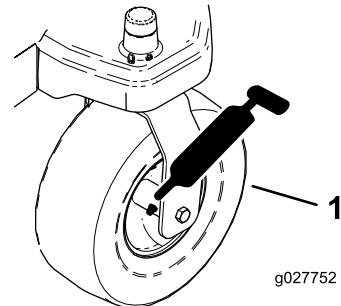
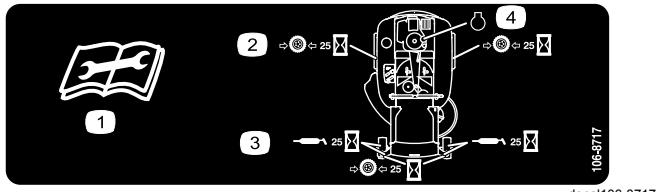

Figura 37
Figura 38
3. Pulite i raccordi d'ingrassaggio (Figura 37 e Figura 38) con un panno.
4. Collegate un ingassatore a pressione a ciascun ingassatore (Figura 37 e Figura 38).